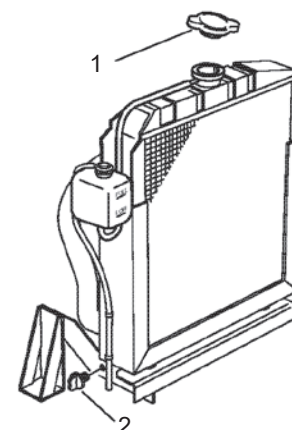

Рис.59
2. Снимите крышку радиатора (1, Рис. 59).
3. Выверните сливную пробку или откройте сливной кран (2, Рис. 59) в нижней части радиатора и слейте охлаждающую жидкость.